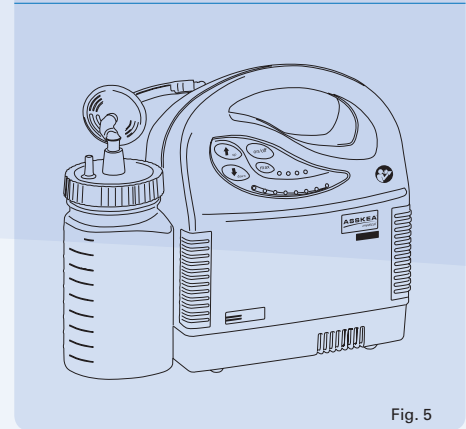

Fig. 5
b) Digital (M20D, M30D) (fig. 5)